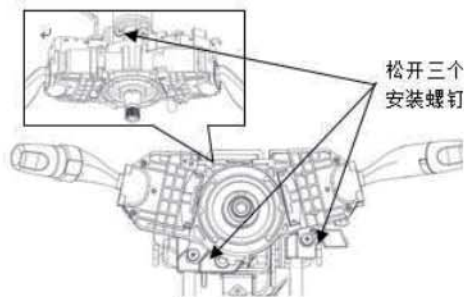

图 4-9 拆下组合开关
- ① 拔下连接在组合开关上的接插件。
- ② 用十字起松开组合开关的三个安装螺钉（两个位于正面、一个位于背面），如图 4-9 所示，取下组合开关。